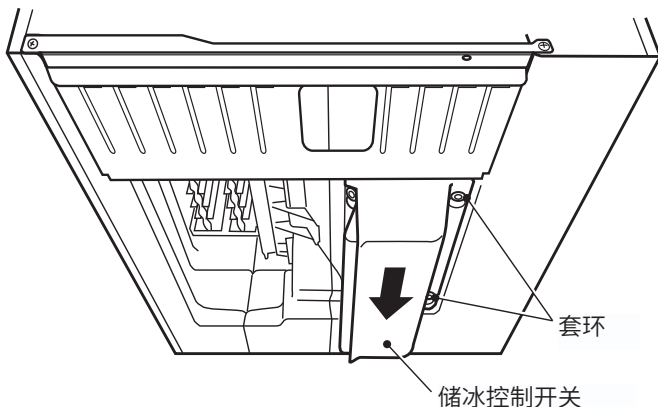

图 6
7) 向上拉储冰控制开关导线的同时，将储冰控制开关钩在右侧内壁上。然后，向上推储冰控制开关，并将其滑动至背部，直至其卡合到位。确保位于储冰控制开关右侧的槽孔牢牢固定在本机底部的套环上。参见图 6。